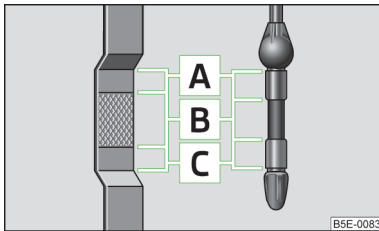

Abb. 168
- Liegt der Ölstand oberhalb des Bereichs A » Abb. 168 auf Seite 213, 🚫 nicht weiterfahren! Den Motor abstellen und die Hilfe eines Fachbetriebs in Anspruch nehmen.
Der Ölmesstab zeigt den Motorölstand an » Abb. 168.
Der Ölstand darf keinesfalls oberhalb des Bereichs **[A]** » Abb. 168 liegen - es besteht die Beschädigungsgefahr der Abgasanlage!